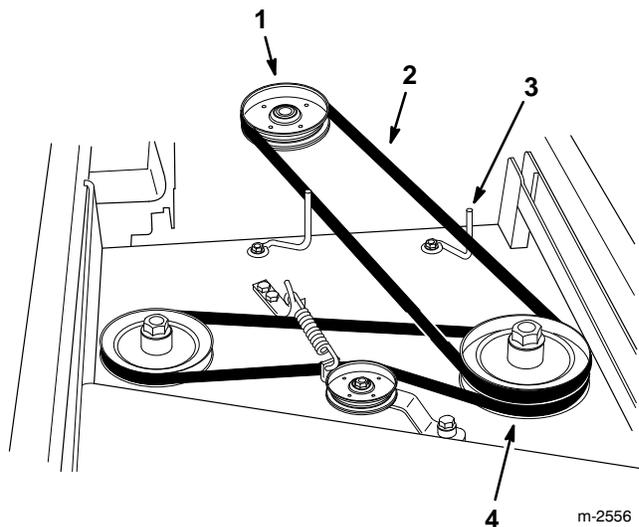

Abbildung 6
2. Den Antriebsriemen an der Antriebsriemenscheibe der Antriebseinheit und an der oberen Nut der linken Achszapfenscheibe anbringen. Der Riemen muß sich zwischen den Riemenführungen befinden (Abb. 6).